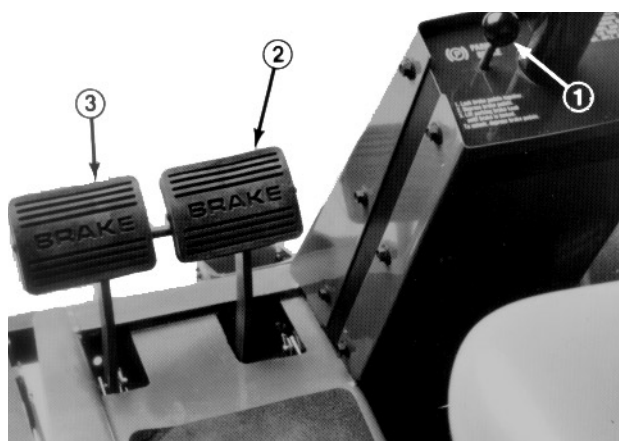
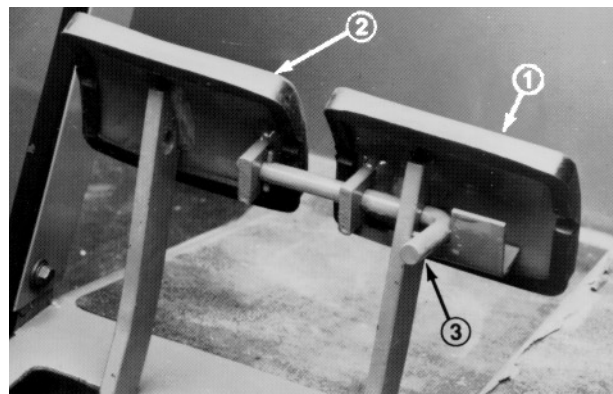

Fig. 8
Fig. 9
Freni di esercizio (Fig. 8)—I pedali dei freni sinistro e destro sono collegati alle ruote anteriori sinistra e destra. I freni funzionano indipendentemente l'uno dall'altro quindi possono essere utilizzati per sterzate a tornante o per aumentare la trazione se una ruota tendesse a slittare su un pendio. Utilizzando i pedali per sterzare bruscamente su prati bagnati o soffici si può danneggiare l'erba; per un rapido arresto premere entrambi i pedali insieme. Collegare sempre i freni quando si trasporta il trattorino.
Freno di stazionamento—Quando il motore è spento innestare sempre il freno di stazionamento per impedire movimenti accidentali. Per innestare il freno di stazionamento spingere la leva di bloccaggio (Fig. 9) sul pedale del freno sinistro in modo che si blocchi insieme con il pedale destro. Ora spingere a fondo su entrambi i pedali, tirare la manopola del freno di stazionamento (Fig. 8), quindi rilasciare i pedali. Per rilasciare il freno di stazionamento premere entrambi i pedali fin quando la manopola del freno non si retrae. Prima di avviare il motore si può comunque disinnestare la leva di bloccaggio dal pedale del freno sinistro in modo che i pedali funzionino indipendentemente sulle ruote anteriori.
- 1. Verificare che il freno di stazionamento sia innestato, che l'interruttore della presa di forza sia in posizione OFF e che la leva di sollevamento si trovi in posizione di TRASPORTO o FLOTTAZIONE (Fig. 9). Togliere il piede dal pedale di trazione ed accertare che sia in folle.
- 2. Spostare la leva del gas (Fig. 9) a fondo in posizione FAST.
- 3. In temperature inferiori a 15°C premere in posizione ON l'interruttore della candela ad incandescenza (Fig. 9) e tenerlo premuto per il tempo consigliato.